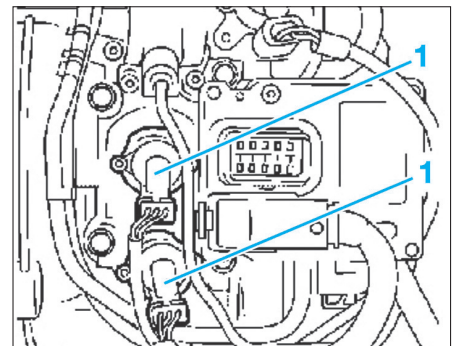

Fig. 25
- Débrancher les connecteurs des capteurs (1) (Fig.25).